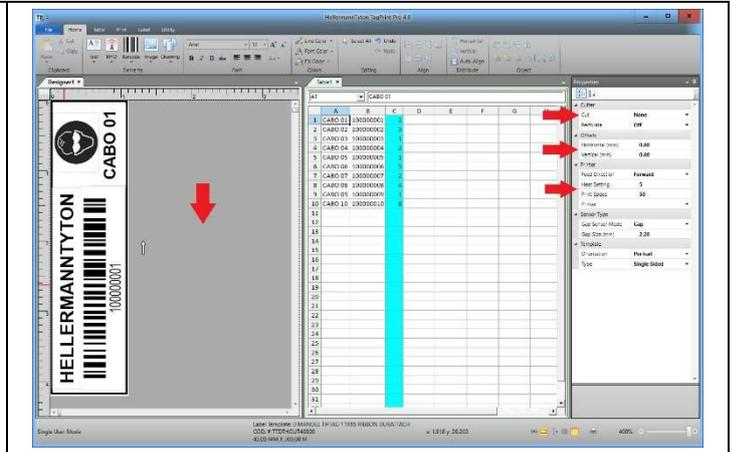

Figura 63
- Caso a impressão esteja descentralizada ou com falhas de impressão regular novamente as propriedades conforme informamos sobre a figura 63
- O processo de centralização da etiqueta da figura 63 deve ser repetido até que a impressão fique totalmente centralizada na etiqueta. Quando a impressão estiver centralizada passaremos ao processo para salvar o modelo de etiqueta